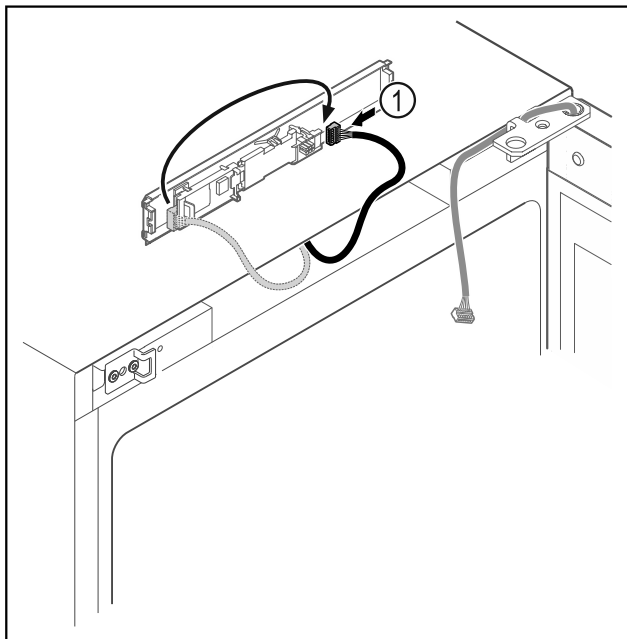

Fig. 8
- ▶ Dugja át a dugót Fig. 8 (1) a NYÁK-ba.